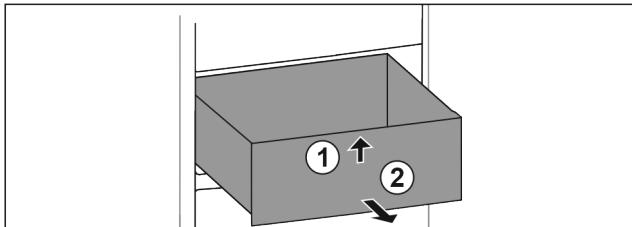

Fig. 120
- Nadzvedněte zásuvku vpředu. Fig. 120 (1)
- Vyjměte zásuvku dopředu. Fig. 120 (2)